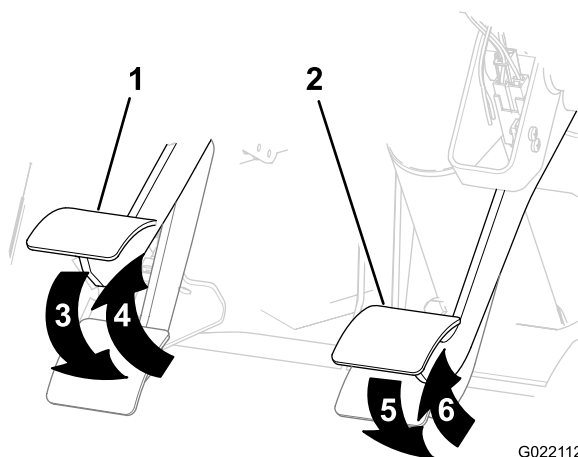

Figura 18
- A. Pise el pedal del embrague (Figura 18).
- B. Suelte el pedal del embrague (Figura 18).
- A. Pise el pedal de freno (Figura 18).
- B. Suelte el pedal de freno (Figura 18).